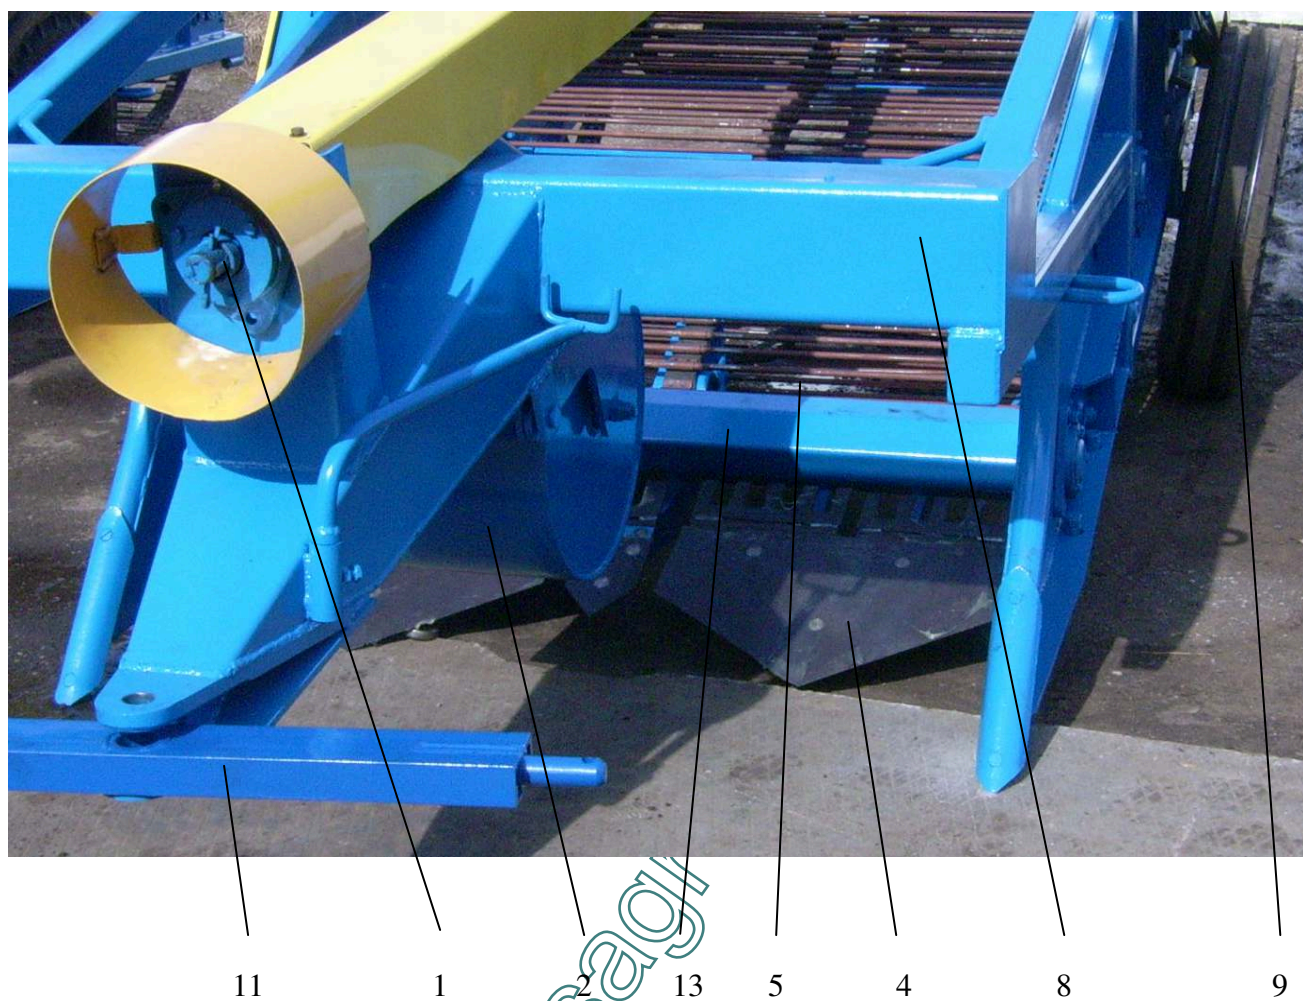

Рис. 1 Картофелекопатель полунавесной двухрядный КСТ-1,4М
5.6. Установить отражатели (см. рис. 1).